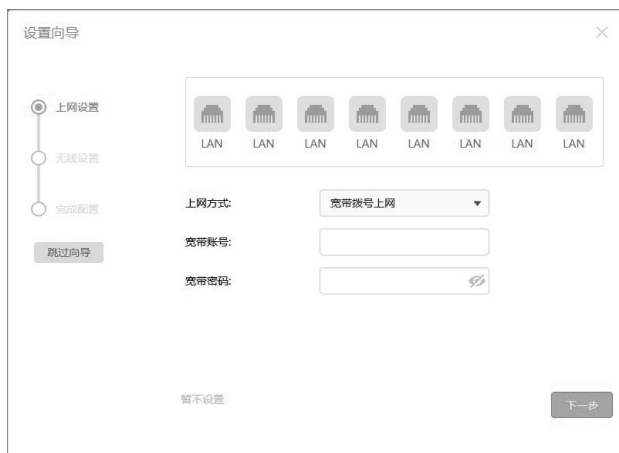

图4-5 未检测到宽带网线界面
2)未检测到宽带网线连接时,软件界面不显示WAN口,如图4-5所示,用户可根据实际WAN口配置情况进行预配置。